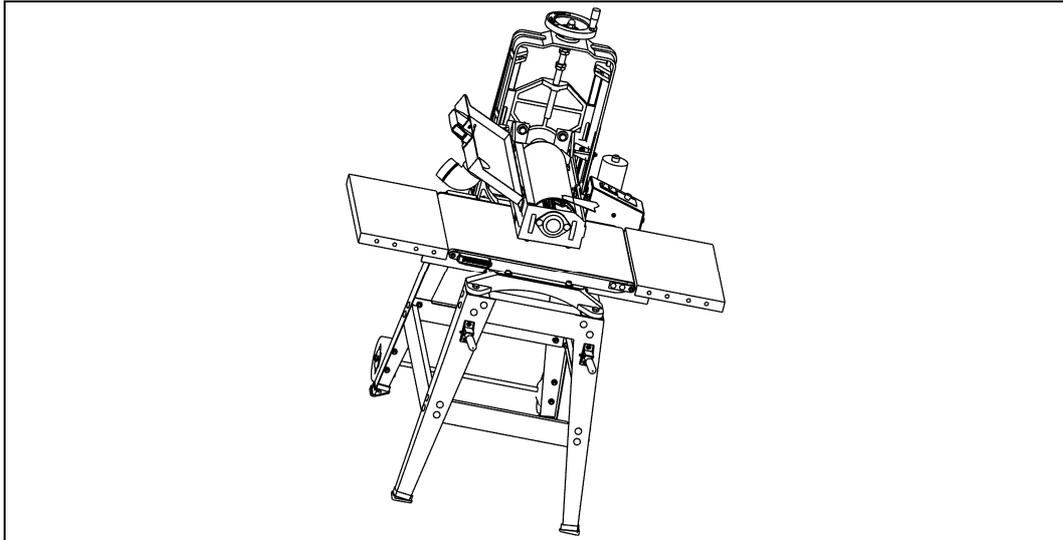

Figure 14
3. Une fois la bande abrasive fixée dans la pince gauche, mettez-vous devant la machine et enroulez le matériau abrasif de façon radiale. Faites rouler le cylindre de la main gauche tout en maintenant une tension sur la bande abrasive de la main droite et en guidant le matériau sur le cylindre. Utilisez cette technique pour recourber la bande abrasive bord à bord de façon radiale autour du cylindre. Faites attention de ne pas faire se chevaucher le matériau en enroulant l'abrasif (Figure 14). Le matériau doit être bien enroulé avec éventuellement un léger écart mais sans chevauchement.